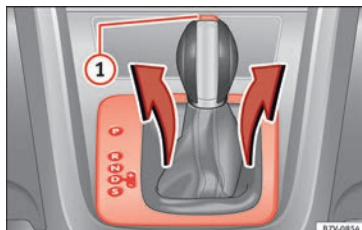

Abb. 49 Abdeckung der Schaltkulisse abbauen.
- Abdeckung im Bereich der Wählhebelmanschette nach oben ziehen » Abb. 49.
- Sperrtaste » Abb. 49 ① im Wählhebelgriff drücken und Wählhebel in Stellung **N** bringen.